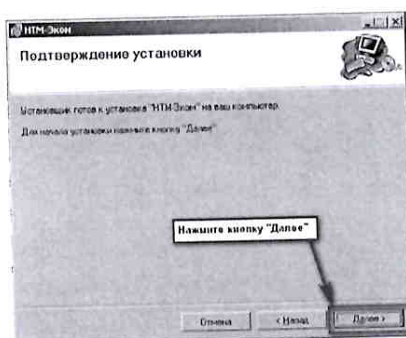

Рисунок 10
8.2.4.5 После того как ПО «НТМ-ЭкоМ» будет установлено, нажать кнопку «Далее» (рисунок 10).